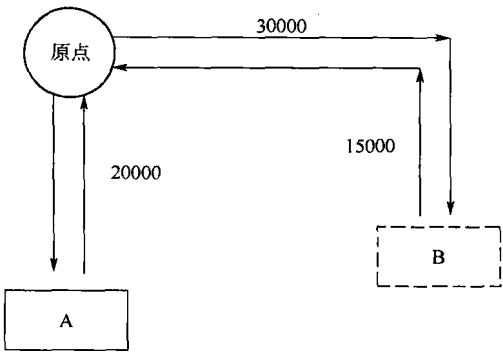

图 4-234 步进电动机控制机械手
(1) 控制要求 如图 4-234 所示, 机械手将物体由 A 点搬运到 B 点, 其手臂左右和上下移动采用步进电动机控制丝杠进行移动, 其动作过程是: 按启动按钮, 回原点后, 手臂放松(有电放松), 步进电动机驱动手臂下降, 20000 个控制脉冲后, 到达 A 点, 机械式动作, 夹紧工件, 2s 后上升, 上升到原点位置后右移 30000 个脉冲, 再下降 15000 个脉冲到达 B 点, 放松工件, 2s 后原路返回到原点位置等待下次运行; 原点位置设 2 个零位检测开关, PLC 使用晶体管输出 PLC, 步进放大器使用标准步进放大器。